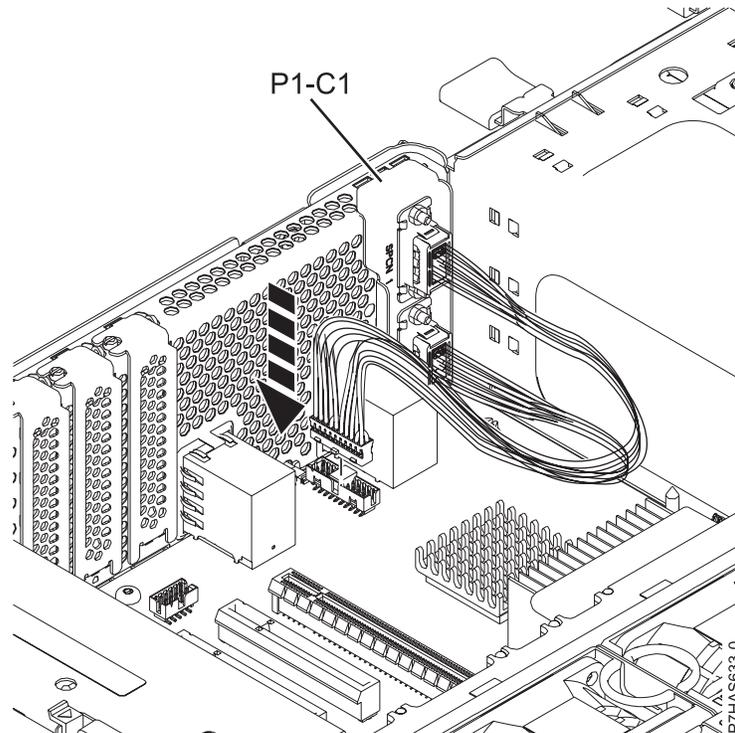

Abbildung 3. SPCN-Kabelsatz installieren
- c. Stecken Sie das andere Ende des Kabels in den Anschluss an der Systemrückwandplatine, wie in Abb. 3 auf Seite 5 dargestellt.